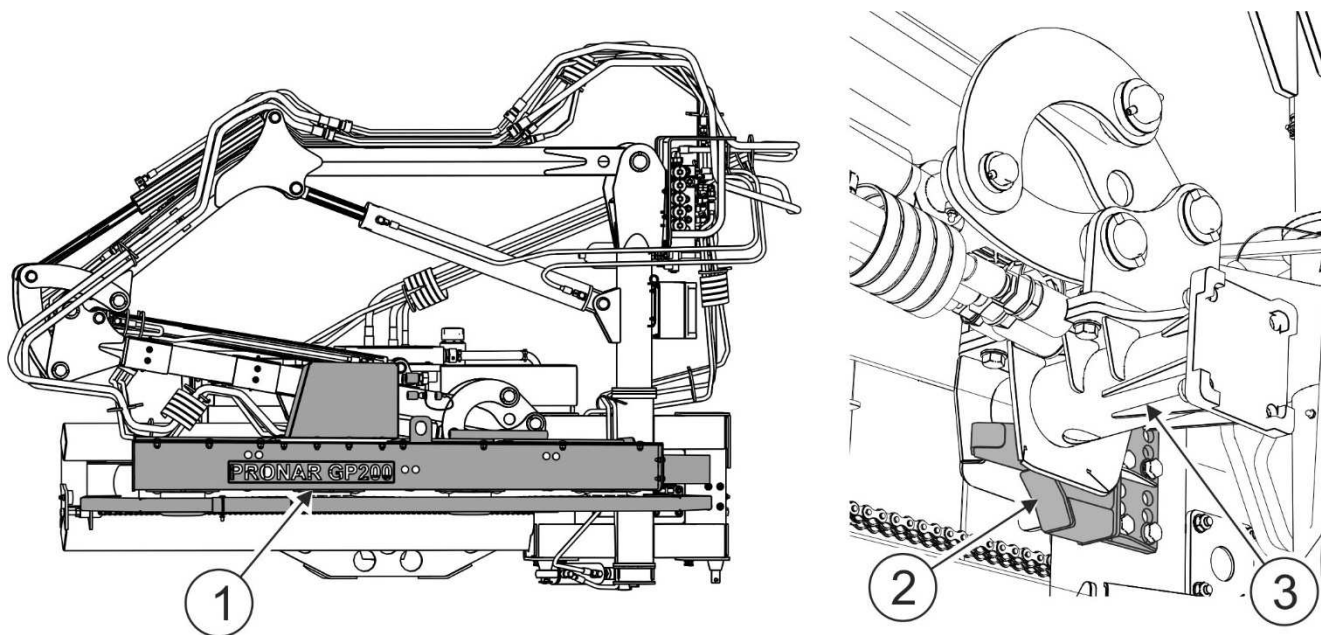
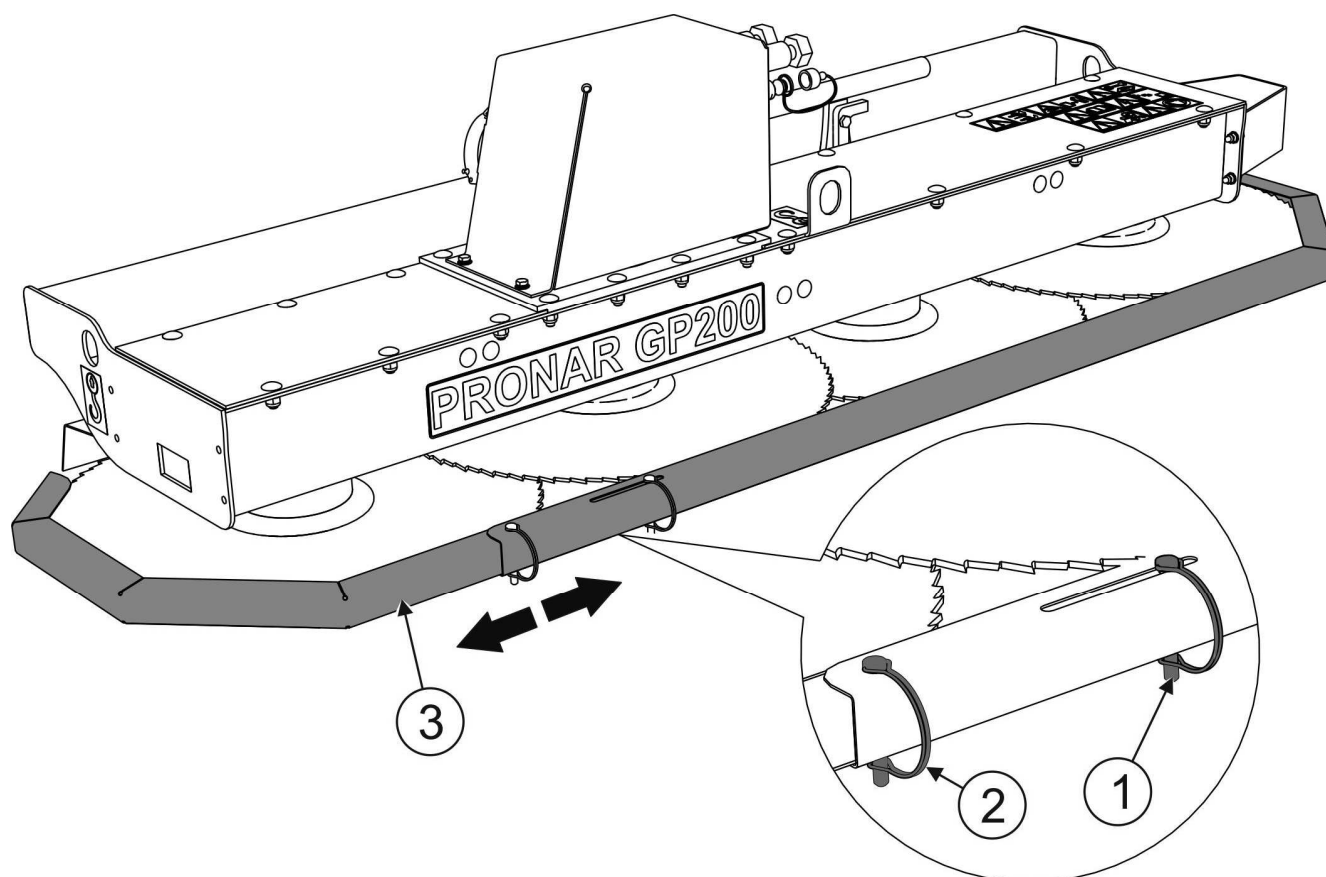

РИСУНОК 4.3 Транспортное положение
РИСУНОК 5.1 Демонтаж кожуха с дисковых пил.
На время проезда на место работы и назад поднимите пилу для ветвей (1) в верхнее положение и посадите на зацеп (2) головки универсального двигателя (3) (РИСУНОК 4.3). Установите на режущие диски пилы защитный кожух (РИСУНОК 5.1).
- снять защитный транспортный кожух пилы (РИСУНОК 5.1)